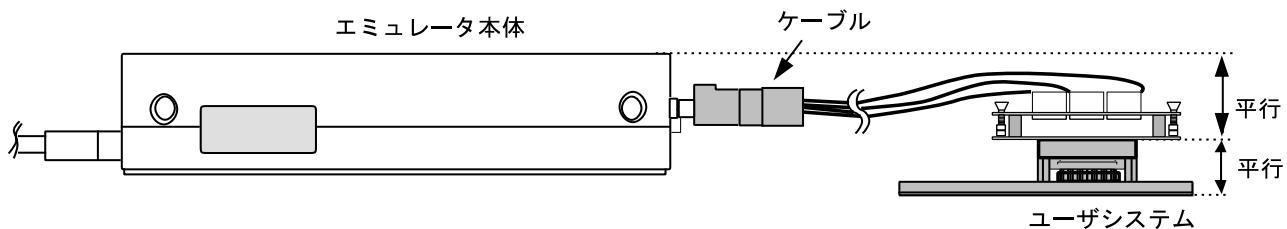

図11 設置例
- (1) ユーザシステムへの接続時には1ピン位置に十分注意して、誤接続は絶対にしないでください。
- (2) 本ユーザシステムインターフェースケーブルを使用する場合の推奨マウントパッド寸法は、MCU実装用マウントパッド寸法とは異なりますので注意してください。
- (3) 本ユーザシステムインターフェースケーブルはHS2633EPI61Hエミュレータ専用ですので、他のエミュレータ本体には使用しないでください。
- (4) ケーブル本体部が断線する可能性がありますので、本ユーザシステムインターフェースケーブルの上に重いものや金属等の角の尖ったものを置かないでください。
- (5) ユーザシステムに接続した状態では、ユーザシステムインターフェースケーブル、特にケーブル先端部に無理な力が加わらないように注意する必要があります。図11の設置例を参照してご使用ください。